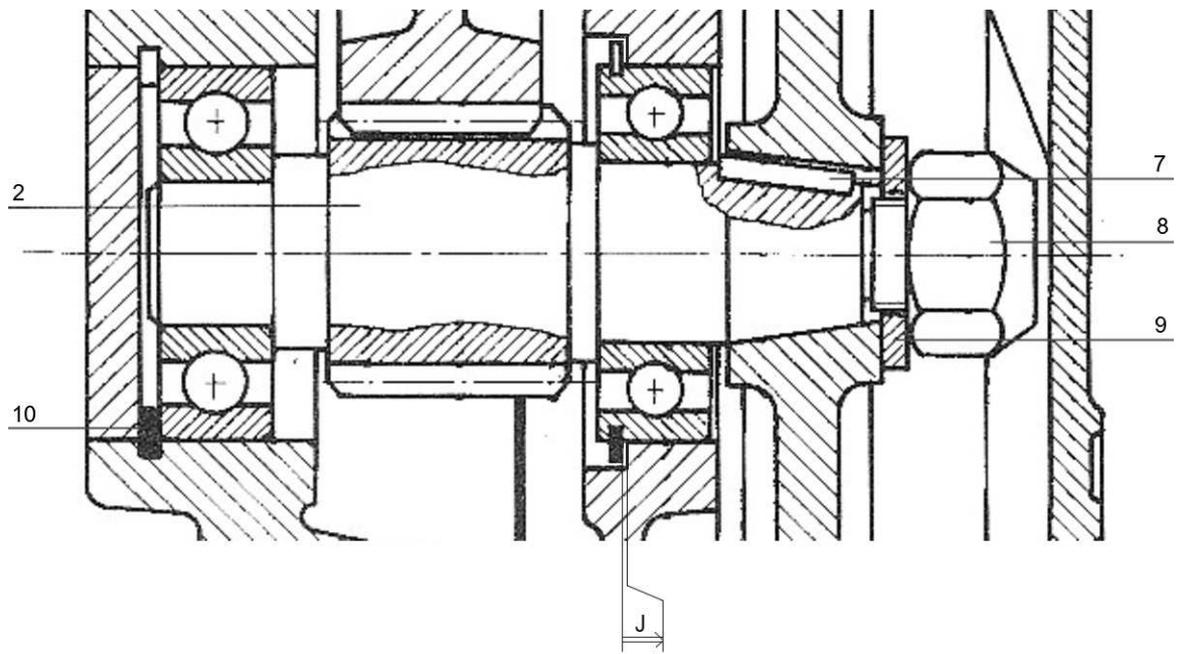

FIG. 2 – L'échelle de ce dessin n'est pas précisée. Cette feuille sera rendue dans la copie.
2) Sur la FIG. 2, réalisez proprement la chaîne de côtes du jeu  $J$ . ..... [1.5]